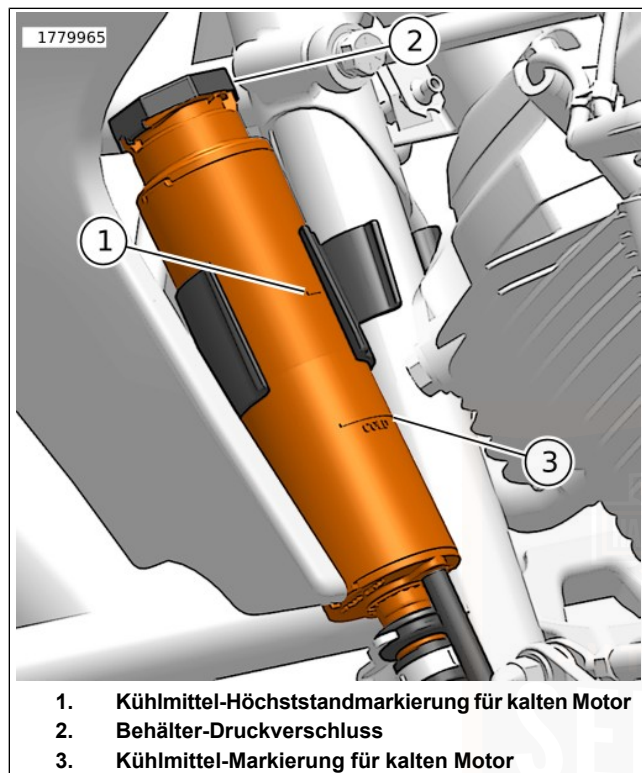

Abbildung 127. Kühlmittelstand
1. Siehe Abbildung 127. Prüfen, ob der Kühlmittelstand im Behälter zwischen der Kühlmittel-Höchststandmarkierung (1) und der Kühlmittel-Markierung für kalten Motor (3) liegt.
3. Siehe Abbildung 127. Den Druckverschluss (2) des Behälters entfernen.